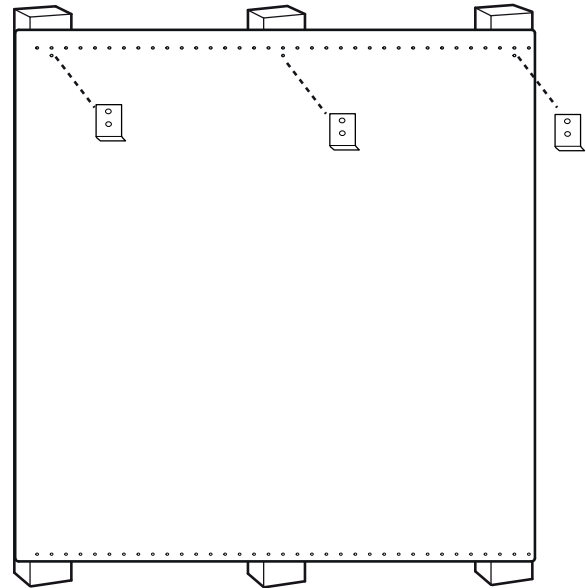

Figure 11 : Dosseret de protection avec étagère garde-chaud
3. À l'endroit indiqué sur la *Figure 11* fixez les supports inférieurs fournis avec l'étagère garde-chaud à travers le dosseret de protection, dans les montants de cloison.